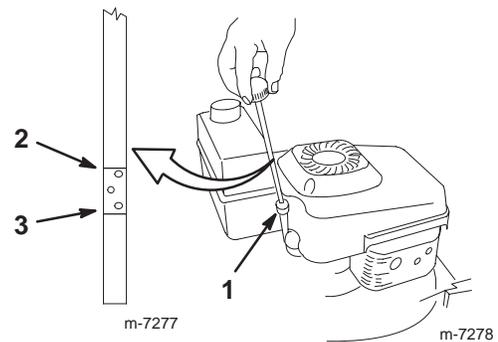

Figure 7
Avant chaque utilisation, vérifiez que le niveau d'huile arrive entre les repères maximum et minimum de la jauge (Fig. 7).
2. Nettoyez la surface autour de la jauge (Fig. 7).
7. Voyez le niveau d'huile indiqué par la jauge (Fig. 7).